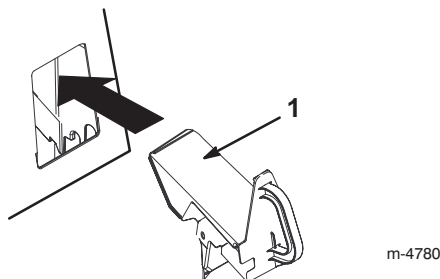

Bild 19
4. Stecken Sie den Recycler-Verschluss in die Öffnung, siehe Bild 19.